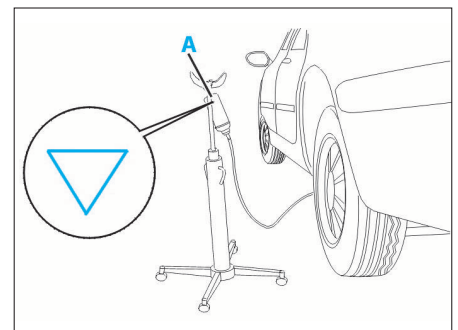

FIG. 60
- Suspendre le récipient d'additif à un niveau supérieur à celui du réservoir d'additif (Fig.60).